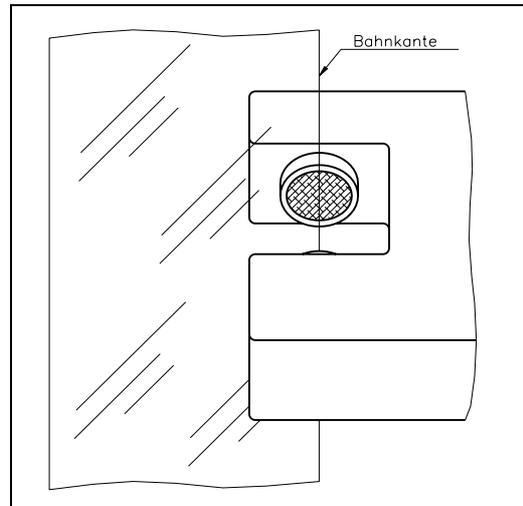

Bild 17: Ausrichtung der Sensorachse zur Materialbahn K100004d
- Sensorachse auf Materialkante ausrichten: Rändelmutter am Montagewinkel etwas lösen und den Sensor auf der Aufnahmeschiene verschieben. Sensor in neuer Position festklemmen. Der Sensor ist richtig positioniert, wenn die Bahnkante durch die Sensorachse läuft (Mitte der aktiven Fläche; siehe Bild 17).